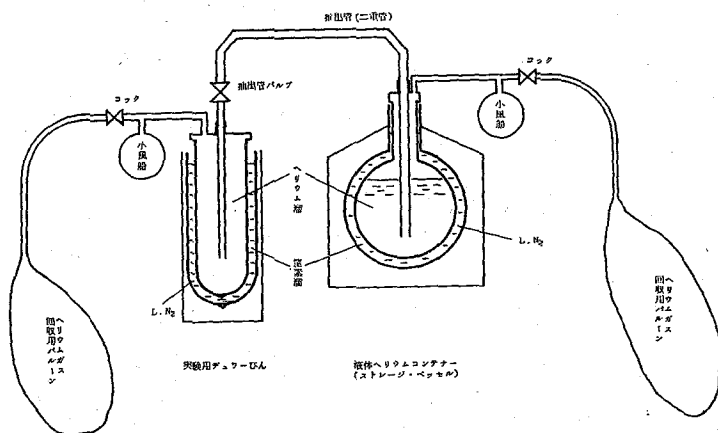

図1. コンテナからL. Heを汲み出す時の接続状態図
これで図 1 の状態となります。この時、場合によって突沸現象がおこり、コンテナの小風船を急激にふくらませることがあります。この現象がおこった時は、あわてずに、ガスを大気へ逃がす口を作ってやることです。
10. 図 1 の状態を確認して、コンテナ側の小風船を 2～3 回軽く押し内圧をあげて汲み出しを始める。